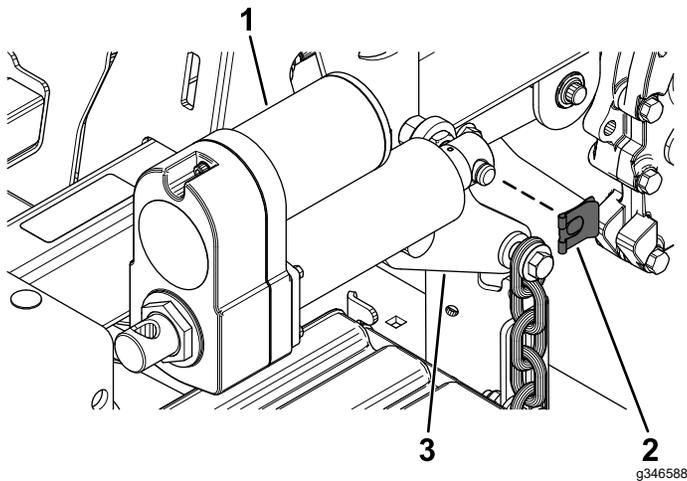

Bild 20
1. Befestigen Sie den Aktor mit der Schraubklammer (Bild 20) am hinteren Mähwerkhubarm.